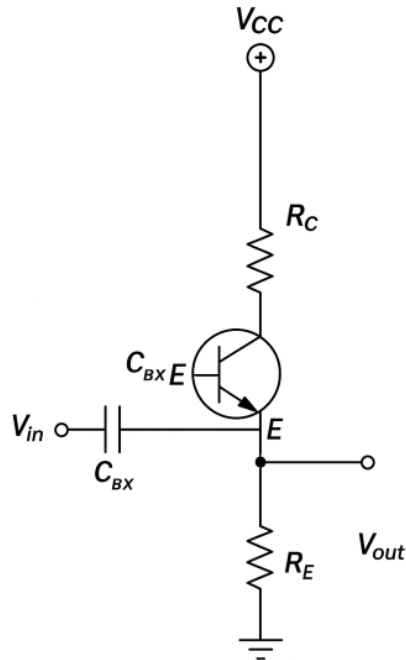

Рисунок 3 Підсилювач зі спільною базою (СБ)
1. Зберіть схему 3 (рис. 3). Зверніть увагу, що вхідний сигнал подається на Емітер, а База заземлена через конденсатор.
3. Зібрати схему суматора на два входи (рис. 3), провести його аналіз для вихідних напруг при різних значеннях опору. Замалювати осцилограму (зсув синусоїди по рівню).
- Зібрати схему суматора на два входи (див. Рис. 3).
Рисунок 3 схема суматора на два входи